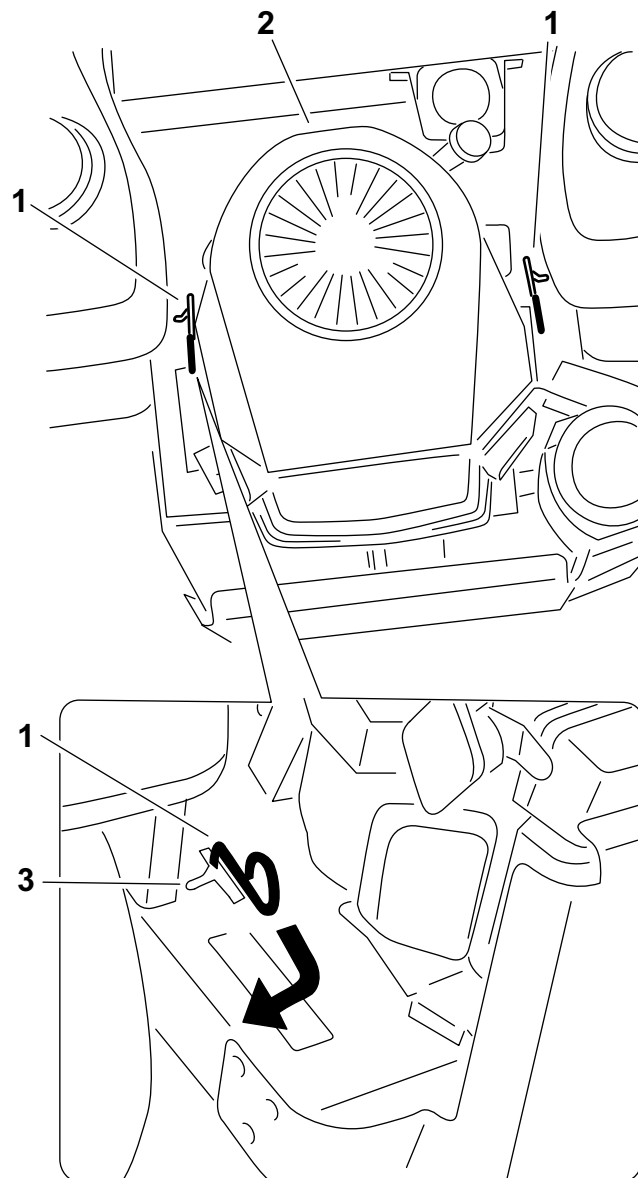

Figura 19
3. Tire de las dos palancas de desvío hacia atrás y empújelas hacia fuera, hasta que encajen en la ranura. (Figura 19).
Empuje cada palanca de desvío hacia dentro y luego hacia adelante (Figura 19).